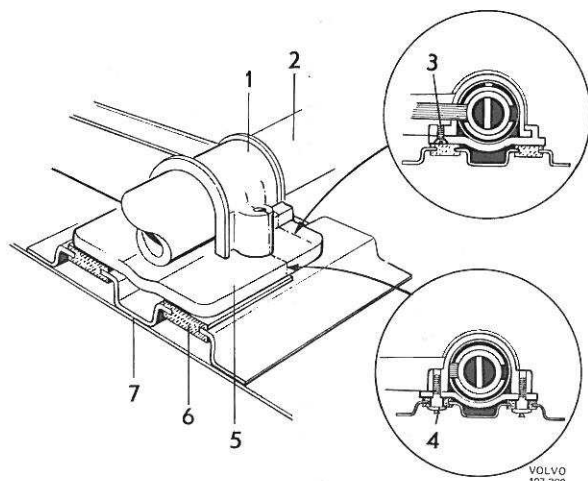

Figure 72. Fixation supérieure
3. Enlevez avec une perceuse les cols des vis à rupture (4, figure 72). Commencez par une petite mèche et terminez le travail par exemple avec une mèche de 13 mm. Le guide de la vis a un diamètre de 12 mm.
4. Enlevez les vis de fixation et démontez le rembourrage de sécurité de gauche et le support (7), avec la pièce coulissante (6).
1. Poser le nouvel antivol et le câble électrique en place. Raccrocher la plaque de fixation (5, figure 72) et mettre la vis à rainure (3). Contrôler la fonction de blocage du volant.
2. Monter le support (7), avec pièce coulissante (6) en bon état. Monter le rembourrage de sécurité.
3. Mettre en place les vis à rupture (4) sans les verrouiller par rupture de la tête. Remonter le contacteur.